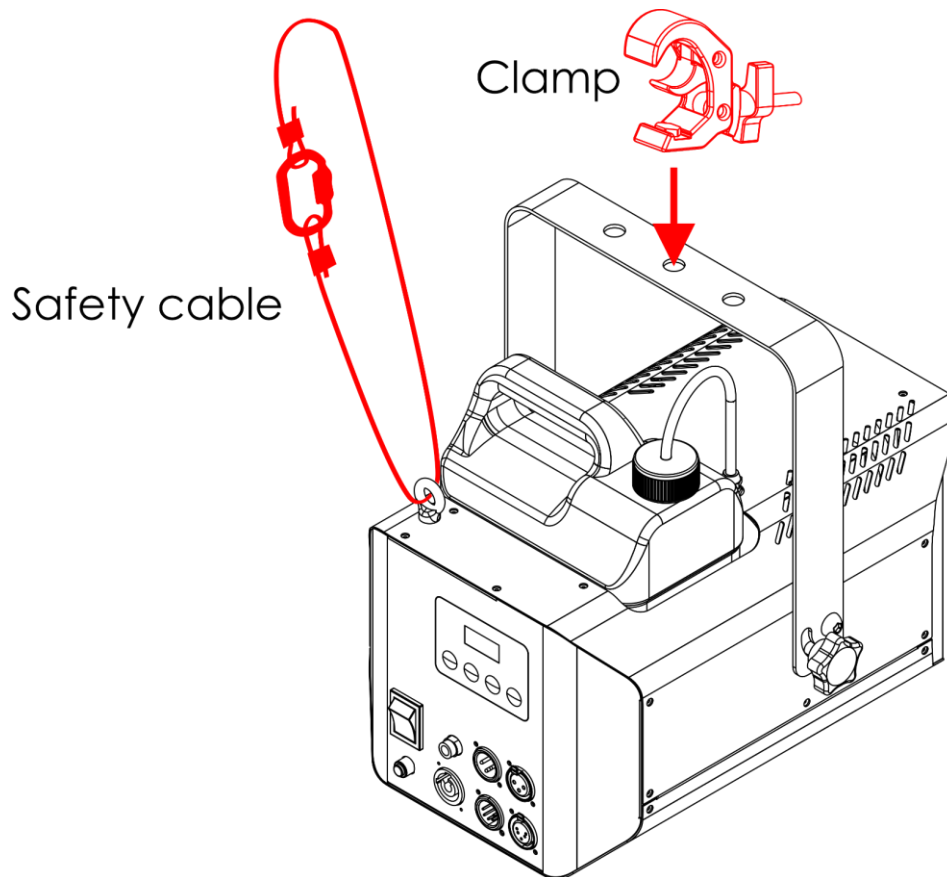

Abb. 05
- 01) Befestigen Sie das Gerät mit einer Klemme an der tragenden Struktur, wie in Abb. 05 gezeigt. Achten Sie darauf, dass sich das Gerät nicht frei bewegen kann.
- 02) Sichern Sie das Gerät mit einer Sekundäraufhängung, zum Beispiel einem Sicherheitsseil. Achten Sie darauf, dass die Sekundäraufhängung das 10-fache Gewicht des Geräts tragen kann. Wenn möglich, sollte die Sekundäraufhängung an einer von der Primäraufhängung unabhängigen tragenden Struktur befestigt werden. Führen Sie das Sicherheitsseil durch die **Sicherungsöse (15)**, wie in Abb. 05 gezeigt.